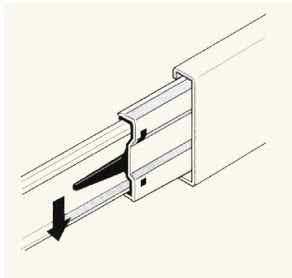
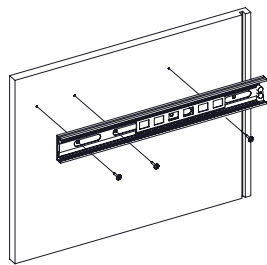

Рис.1
Рис.2
1. Подготовьте детали к сборке. Отсоедините от основания телескопических направляющих внутренние планки, отогнув пластиковый рычажок фиксатора (Рис. 1). Основания телескопических направляющих закрепите на деталях 1, 2 шурупами 3,5x16 (Рис. 2).